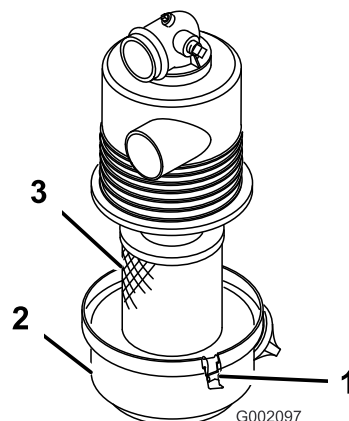

Рисунок 24
3. Отпустите защелки, фиксирующие крышку воздухоочистителя на его корпусе. Снимите крышку корпуса. Очистите внутреннюю поверхность крышки воздухоочистителя (Рисунок 24).
4. Аккуратно извлеките фильтр из корпуса воздухоочистителя, чтобы снизить количество пыли, вытесненной из фильтра (Рисунок 24). Запрещается ударять фильтром по корпусу воздухоочистителя.